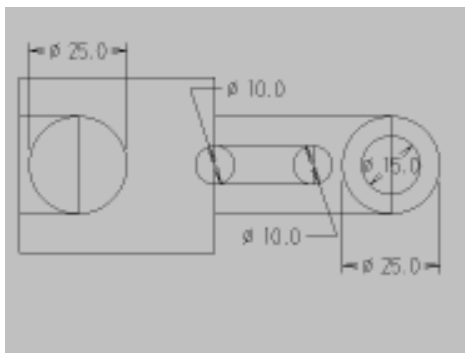

图 2-5 绘制圆形
7. 绘制圆形。执行 MAIN MENU → Create → Arc → Circ pt + rad 选项，根据系统提示，首先指定半径为 12.5，然后选取圆心点坐标为 (-25, 0)，效果如图 2-5 所示。
8. 用相同方法，再绘制其他的圆形，半径都标注在图上，圆心的位置也如图 2-5 所示。